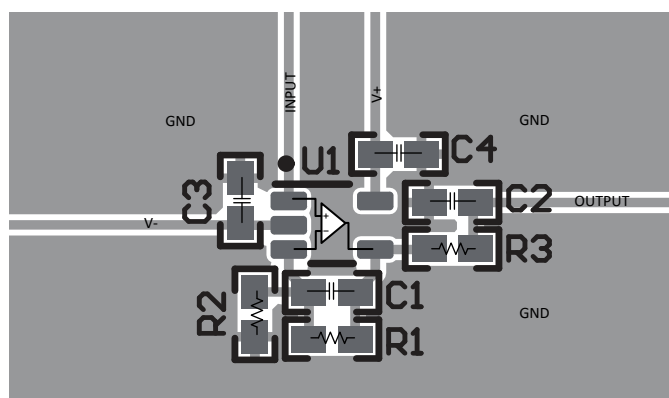

図 7-5. 非反転構成用オペアンプの基板レイアウト - SC70 (DCK) パッケージ
- 外付け部品は、可能な限りデバイスに近く配置します。図 7-5 に示すように、寄生容量を最小限に抑えるため、RF と RG は反転入力に近くに配置します。